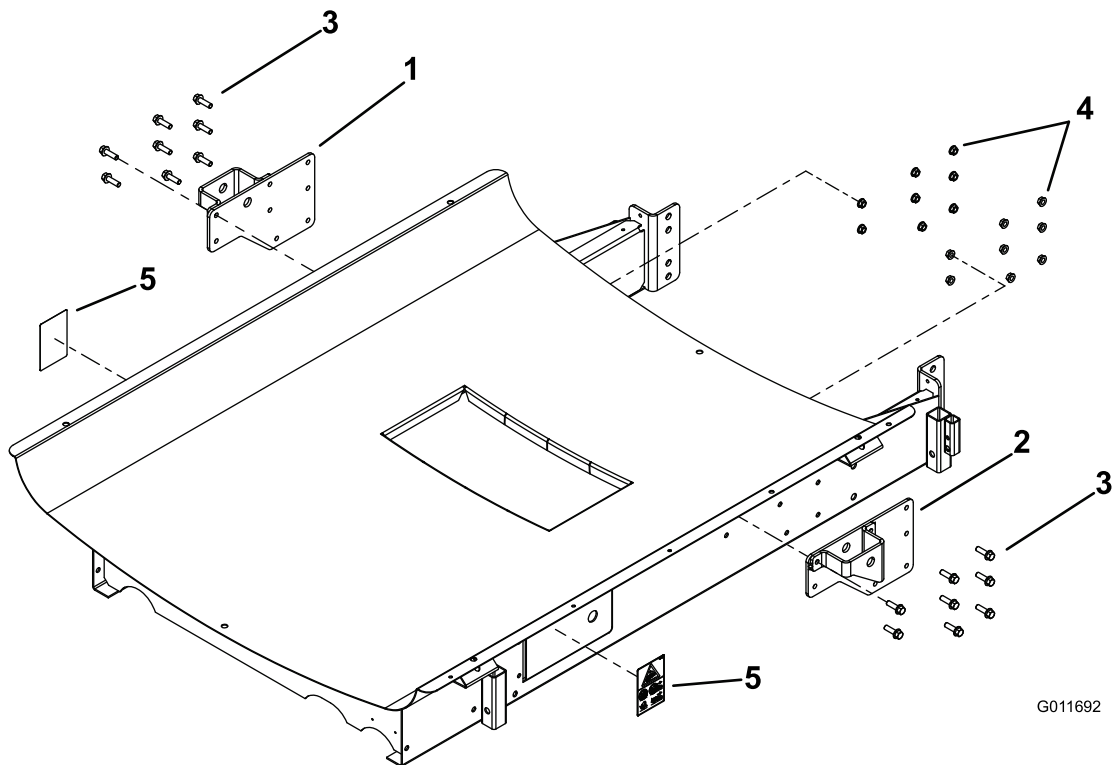

Figura 1
1. Instale um autocolante nos painéis de acesso nos lados direito e esquerdo do patim (Figura 1).